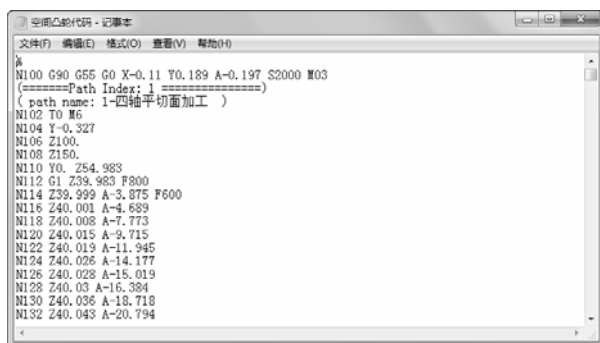

图 4-68 生成的 G 代码
3) 单击“生成后置代码”对话框的“确定”按钮后，按系统提示分别拾取粗加工轨迹，单击鼠标右键确定，系统自动弹出数控程序，如图 4-68 所示。